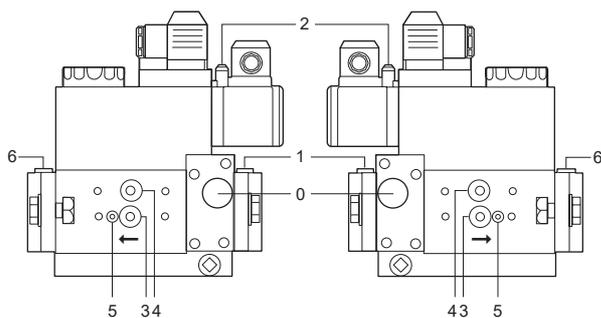

Fig. 19
- Pulire o sostituire il filtro se la differenza di pressione fra i punti 1 e 3 (Fig. 19) è $\Delta p > 10$ mbar.
- Pulire o sostituire il filtro se la differenza di pressione fra i punti 1 e 3 (Fig. 19) risulta raddoppiata dall'ultimo controllo.
- 2 Svitare le viti 1 ÷ 4 con una chiave esagonale n. 3 e togliere il coperchio del filtro 5 in Fig. 19.